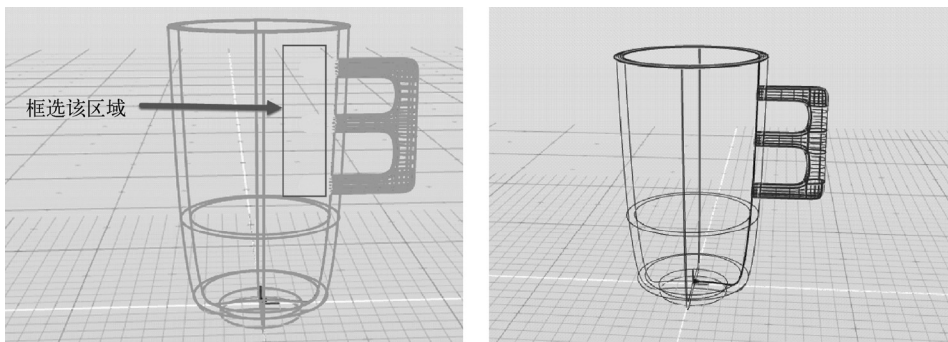

图 7-48 框选移除区域（左）以获得交切结果（右）
2) 单击移除不需要的面。首先移除杯把深入杯身的部分。必要时可切换至线框模式，并进行框选。按空格键确认后，可以看到图 7-48 所示的效果。